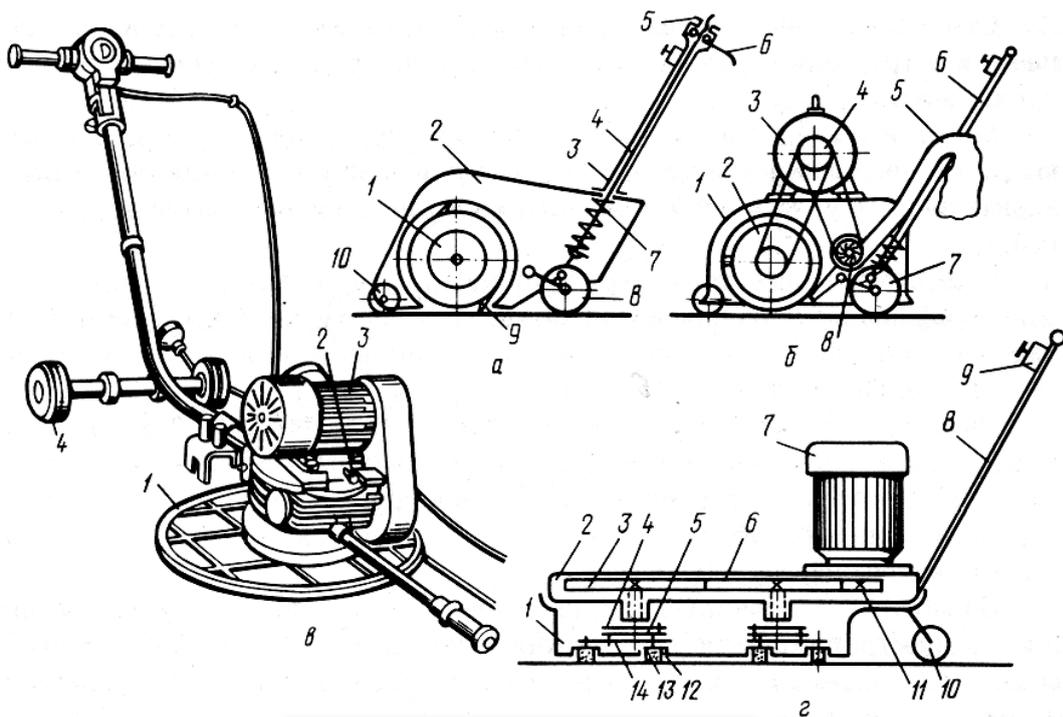

Рис. 41.1. Машины для опорядження підлоги:
*Машина для стругання* дерев'яної підлоги (БО – 87а та ін.) (рис. 41.1,а) складається з ножового барабана 1, який змонтований у корпусі 2, ходової частини, ручки 3, та механізму керування. Ходова частина має передні 10 і задні 8 колеса. Робочим органом служить ножовий барабан, на якому за допомогою сухарів і гвинтів закріплені ножі 9 (два або три). Барабан 1-обернений ротор приводного електродвигуна.
Існує два види паркетошліфувальних машин, дискові - для шліфування невеликих складних за конфігурацією і важкодоступних ділянок підлоги і барабані - для шліфування великих відкритих площ підлоги (рис.41.1,б).
Машини БО-170 (рис.41.1,в) складаються з електродвигуна 3, черв'якового редуктора 2, ручки, обгородження, органів керування, робочих органів (лопатей та затирного диска 1), регулятора кута нахилу лопатей і ходових коліс 4.
*Мозаїчно-шліфувальні машини* БО-111А, МШС-1000 (рис.41.1, г) призначені для шліфування та полірування поверхонь із мармуру, граніту та іншого монолітного покриття зі звичайного і декоративного бетону (мозаїчно – террацевих). Вони складаються з корпусу 2 з електродвигуном 7, рукою 8, ходовими колесами 10 та робочим органом. У робочий орган 1 машини БО-111А входять дві траверси 4, до яких через гумові амортизатори 5 прикріплені планшайби 14 з двома каменетримачами 12 з абразивними сегментами 13, які обробляють поверхню. Обертання траверс 4 у протилежні боки забезпечує прямолінійний поступальний рух машини, а гумові прокладки – плавну роботу машини, рівномірне притискання та зношування каменя.